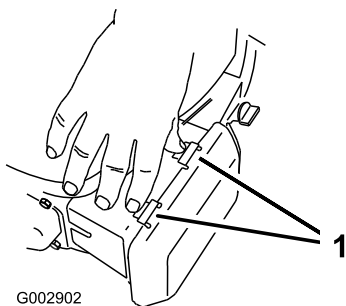

Figura 24
1. Premete verso il basso le linguette di chiusura del coperchio del filtro dell'aria (Figura 24).